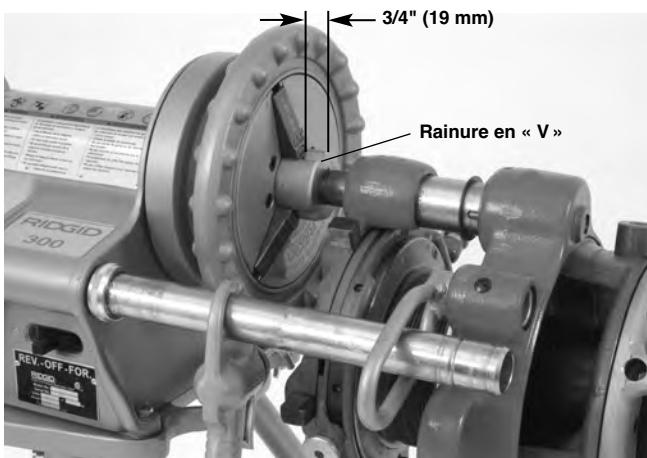

Figure 12 – Positionnement de la barre d’entraînement pour permettre la lubrification
2. Prévoyez les moyens nécessaires pour soulever la fileteuse démultipliée et l'engager sur l'extrémité du tuyau avec l'une des mâchoires de la bride de maintien en haut. La manutention manuelle de l'appareil nécessite l'intervention d'au moins deux individus utilisant les poignées de manutention. Sachez que la 141 pèse 93 livres (42 kg) et que la 161 en pèse 158 (72 kg). La barre d'entraînement doit saillir du mandrin d'environ  $\frac{3}{4}$ " (19 mm) pour permettre la lubrification (*Figure 12*). Serrez à fond les mâchoires du mandrin sur les trois rainures en « V » de la tête de la barre d'entraînement. Refermez la tête de centrage arrière sur la barre d'entraînement. Vérifiez le bon assemblage et la parfaite stabilité de la fileteuse démultipliée et du système d'entraînement.
3. Prévoyez les moyens nécessaires pour soulever la fileteuse démultipliée et l’engager sur l’extrémité du tuyau avec l’une des mâchoires de la bride de maintien en haut. La manutention manuelle de l’appareil nécessite l’intervention d’au moins deux individus utilisant les poignées de manutention. Sachez que la 141 pèse 93 livres (42 kg) et que la 161 en pèse 158 (72 kg). La barre d’entraînement doit saillir du mandrin d’environ  $\frac{3}{4}$ " (19 mm) pour permettre la lubrification (*Figure 12*). Serrez à fond les mâchoires du mandrin sur les trois rainures en « V » de la tête de la barre d’entraînement. Refermez la tête de centrage arrière sur la barre d’entraînement. Vérifiez le bon assemblage et la parfaite stabilité de la fileteuse démultipliée et du système d’entraînement.